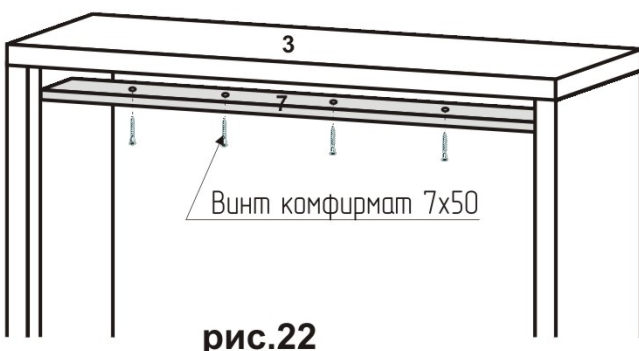

рис.22
20. Установить в короб кровати планку стопор. Закрепить планку (7) к верху (3) кровати с помощью винтов комфирматов 7х50 (рис.22). Приклеить клеевые заглушки на комфирматы.